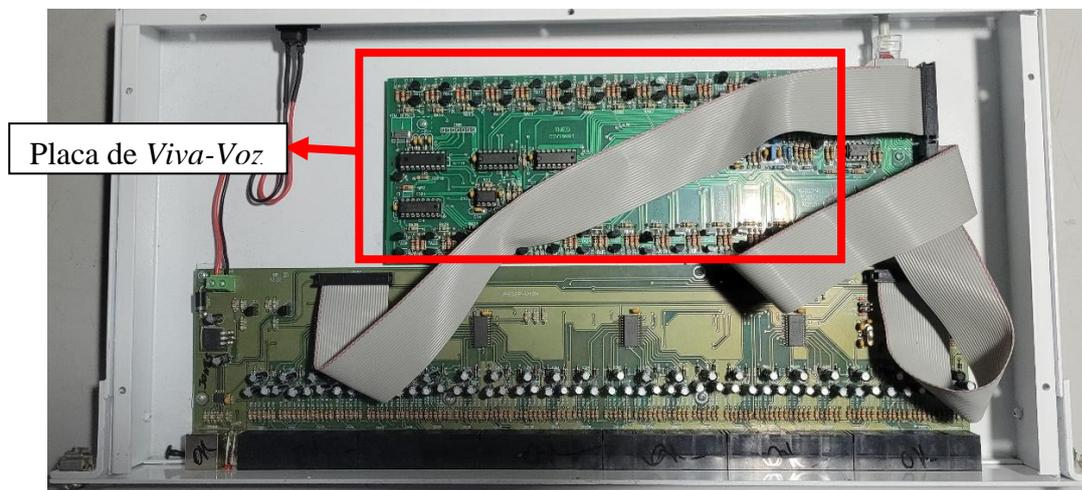
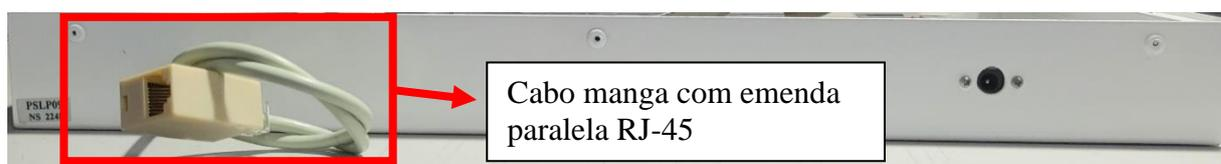

Figura 23 – Vista superior do gabinete aberto com placa de Viva-Voz
Figura 24 – Vista traseira do gabinete com placa de Viva-Voz
- f. **Instalando o Sinalizador de Porta (SP):** localize o conjunto do Sinalizador de Porta (composto pela placa de circuito, pela tampa cega 4x2”, pelo suporte da tampa e pelo refletor de acrílico) que acompanha o Sistema de Chamada Simples. De posse das anotações feitas na execução do item “b.” acima, use uma chave de fenda 1/8”x3” para conectar ao borne rotulado com “**SP**” às três vias do cabo de pares trançados que vem do **SP**. Observe a correspondência entre os pinos do borne **CN6** (na placa da **UC**) e **CN1** (na placa do sinalizador de porta): o **pino 1 do SP** deve ser ligado ao **pino 1 do CN1**; o **pino 2 do SP** deve ser ligado ao **pino 2 do CN1** e o **pino 3 do SP** deve ser ligado ao **pino 3 do CN1**.
- g. **Instalando Painel Concentrador com Viva-Voz:** Caso o sistema adquirido tenha sido o sistema com Viva-Voz, haverá uma placa adicional de Viva-Voz – Figura 23, já fixada ao gabinete e terá um furo adicional na parte traseira do gabinete para saída de um cabo do tipo manga – Figura 24. Esse cabo manga será conectado a uma emenda paralela para cabo **RJ45** que deverá ser ligado a um cabo de rede de par trançado de 8 vias que irá conectar ao interfone instalado no posto de enfermagem.